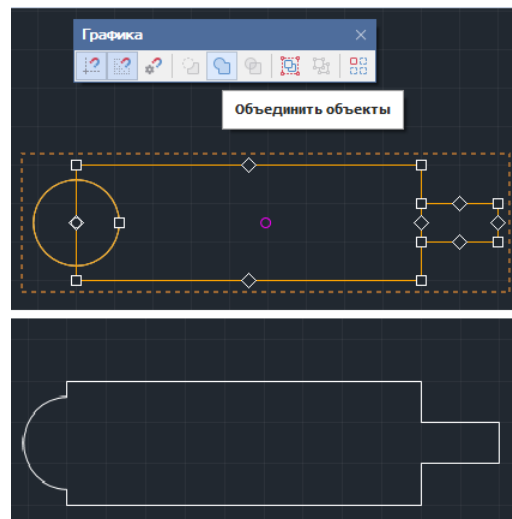

Рис. 78 Работа инструмента «Объединить объекты»
3. На панели инструментов «Графика» воспользоваться инструментом «Объединить объекты», см. Рис. 78.